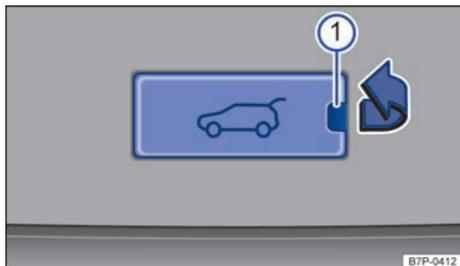

Fig. 81 En el maletero: tapa del desbloqueo de emergencia del portón.
- Retire la tapa de la zona inferior del guarnecido interior del portón con un destornillador → fig. 81 ①.